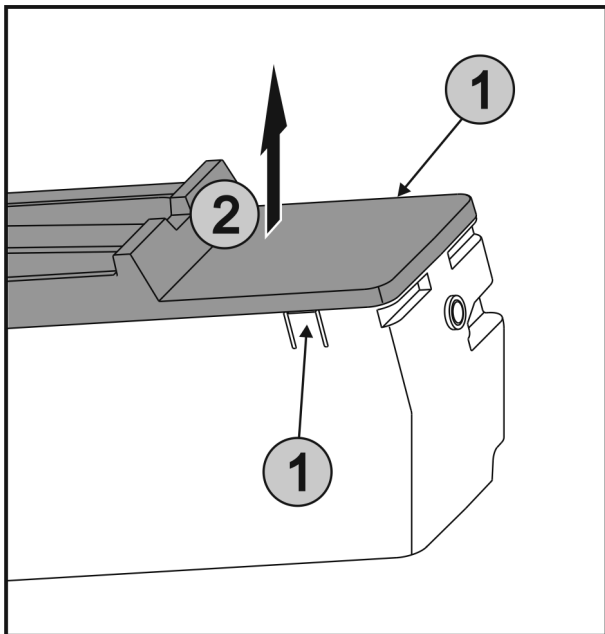

Fig. 51
- Premere contemporaneamente le linguette Fig. 51 (1) su entrambi i lati di EasyTwist-Ice e rimuovere la copertura sollevandola verso l'alto Fig. 51 (2).